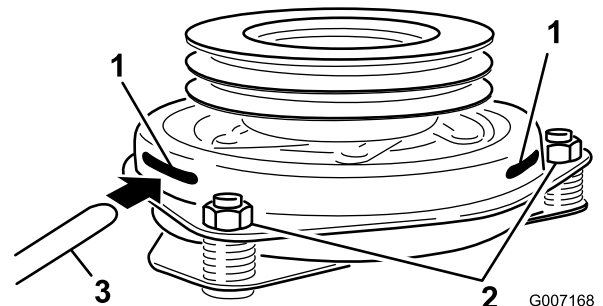

Figure 59
9. Insérez une jauge d'épaisseur de 0,381 à 0,533 mm (0,015 à 0,021 po) dans une fente d'inspection sur le côté de l'ensemble. Vérifiez qu'elle passe bien entre les surfaces de frottement de l'induit et du rotor (Figure 59).
10. Serrez les contre-écrous jusqu'à ce la jauge d'épaisseur fléchisse légèrement mais puisse bouger facilement dans l'entrefer (Figure 59).